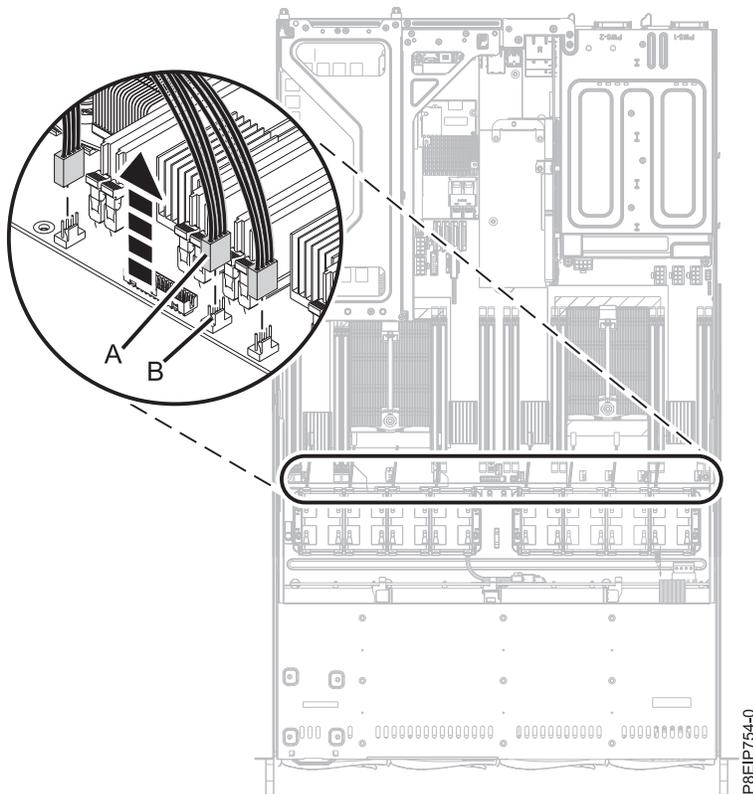

Abbildung 13. Lüfterkabel abziehen
5. Um ein Lüfterkabel abzuziehen, entriegeln Sie die Anschlussklemme **(B)** und ziehen Sie den Anschluss **(A)** an der Systemrückwandplatine vorsichtig nach oben (siehe Abb. 13 auf Seite 17). Ziehen Sie nicht an den Drähten. Führen Sie das Kabel durch die Lüfterhalterung.